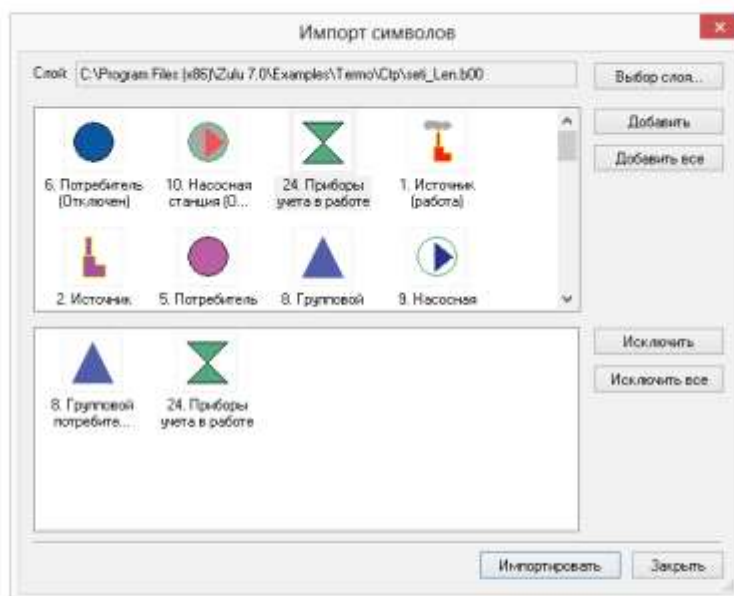

Рисунок 4.8. Окно импорта символов
- Нажать кнопку **Добавить** или сделать двойной щелчок левой кнопкой мыши по символу. Выделенный символ появится в нижнем списке (смотрите Рисунок 4.8. «Окно импорта символов»). Таким же образом добавить необходимые символы.